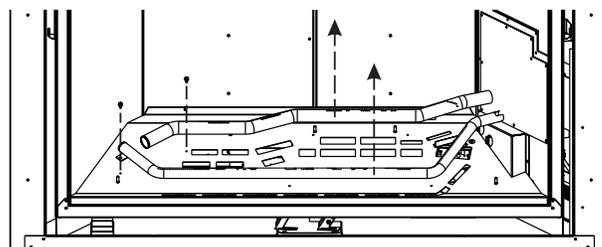

Figure 7
2. Déposer les brûleurs avant et arrière. Voir Figure 7.